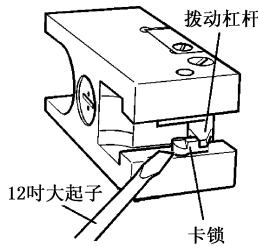
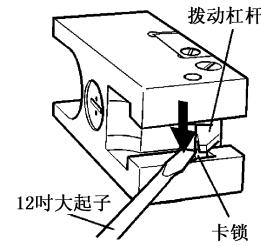

图 46 将闩体侧放在桌上
图 47 用 12 号大起子压平卡锁
- a) 将闩体侧放在桌上，用 12 号大起子压平卡锁，使击针击发，即可放开击针簧（见图 46～图 47）。